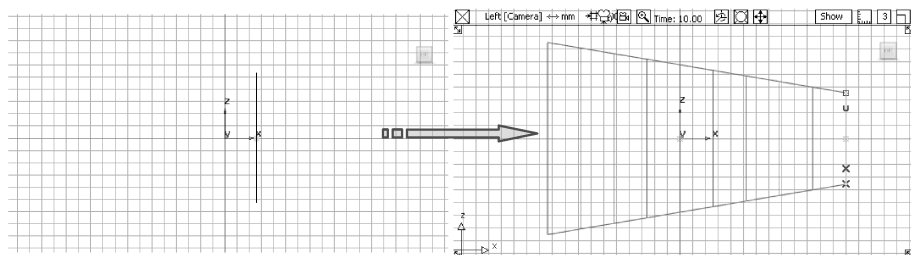

图 7-53 创建蒙皮曲面
- 05 按照上图进行设置后，单击对话框下方的【Go】按钮。选取的曲线从起始帧扫描到终点帧，在这过程中创建了一些快照（与设置有关），形成蒙皮曲面，如图 7-53 所示。